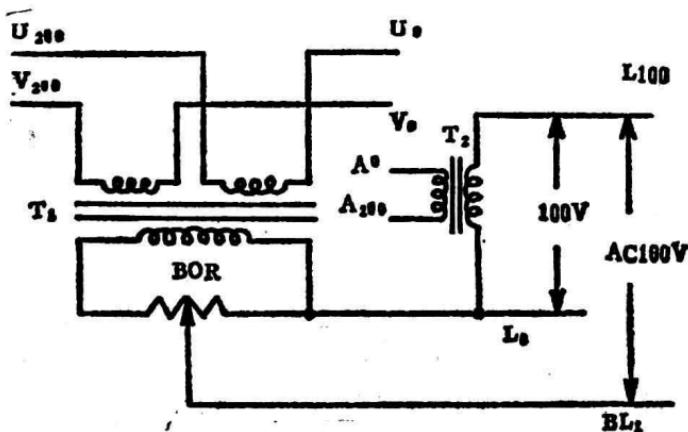

图11
2. 补助电路：（1）补零电路（见图11）是由两个变压器T₁、T₂组成，代替了稳压电路。T₂是主变压器，初级A₀、A₂₀₀分别接自耦变压器U₂₀₀、V₂₀₀，A₀、A₁₀₀、A₁₂₅、A₁₅₀、A₂₀₀、A₂₂₀供给较大容量的电源，如换片机AOT、PUK。因此线径比较粗，也不需要稳压。但次级侧的L₀、L₁₀₀、L₁₂₅、L₂₀₀、L₂₂₀是供给控制电路用的电源，因